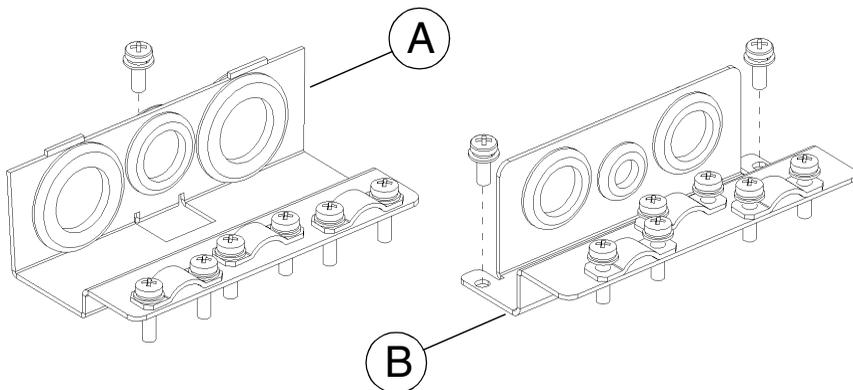

Figura 17 Casquillo para paso de **cables de alimentación (A)** y **cables de control (B)**, convertidores de frecuencia tipo IP 21 / NEMA1.
El casquillo para paso de cables de control (B), véase la Figura 17.